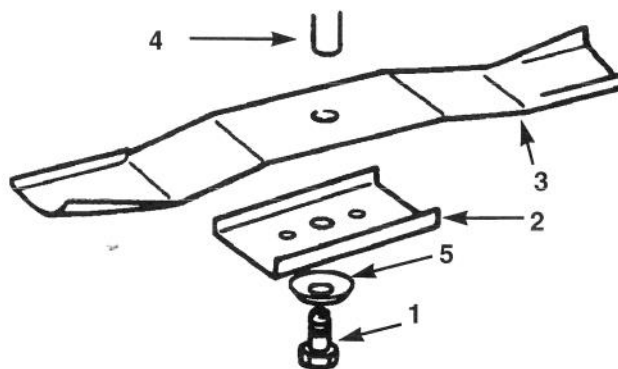

Bild 35
3. Die Schraube (5/8" Nuß), Konkavscheibe, Halteblech und Messer entfernen (Bild 35). Zum Arretieren des Messerbalkens beim Entfernen der Schraube kann sich das Einsetzen eines Holzklotzes zwischen Messerbalken und Mäherchassis empfehlen.
1. Messerbalken, Halteblech, Konkavscheibe (konkave Seite zum Messerbalken) und die Messerbalkenschraube montieren (Bild 35).